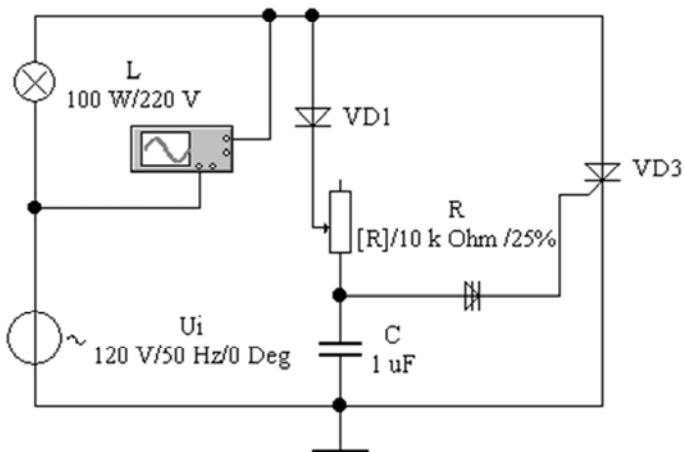
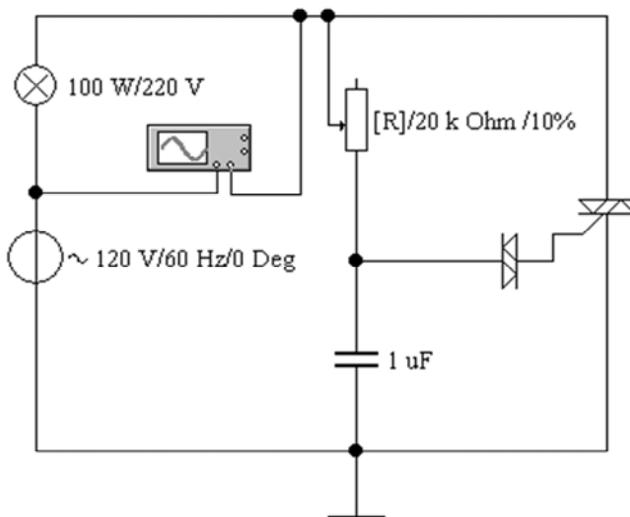

Рис. 18.6. Однополупериодная схема с фазовым управлением
Рис. 18.7. Двухполупериодная схема с фазовым управлением
2. Исследование управляемых выпрямителей. Рассмотреть работу однополупериодной (файл **rec_a1.ewb**, рис. 18.6) и двухполупериодной (файл **rec_a2.ewb**, рис. 18.7) схем с фазовым управлением.